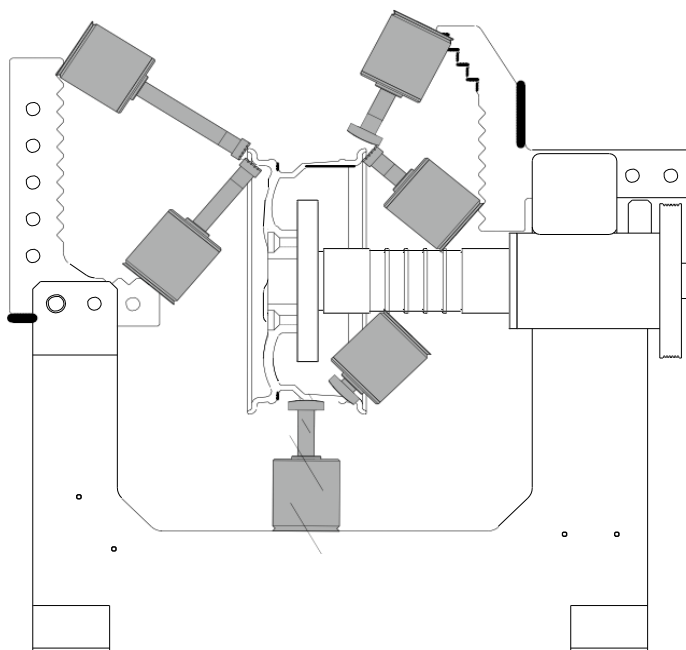

Рис.5
**Примечание.** Установку рабочего гидроцилиндра проводите в соответствии с рекомендуемыми положениями (см. Рис.5)